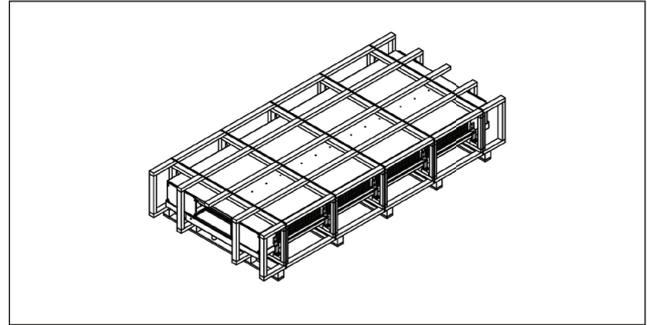

Abb. 8.2
1. Der Luftkühler ist zunächst in der Originalverpackung an den Aufstellungsort zu transportieren (Abb. 8.2). Jedwede Beschädigung ist unverzüglich dem Hersteller in schriftlicher Form zu melden.